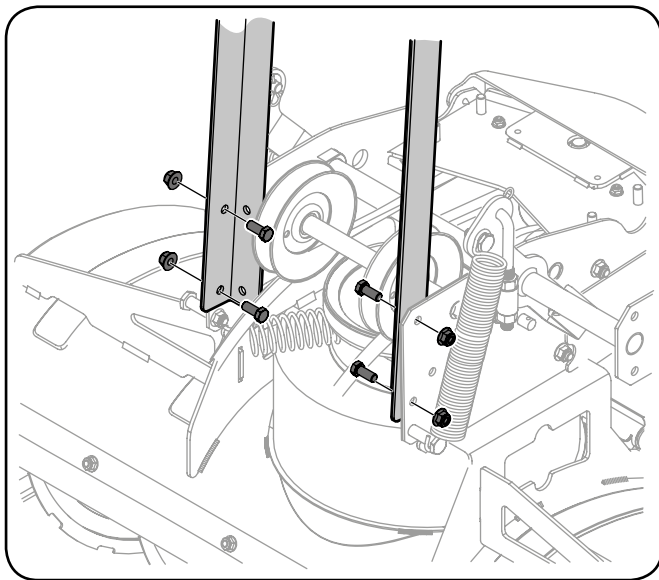

Рисунок 3-13
2. С помощью двух ключей на 9/16» (14 мм) притяните узел направляющей рамы к корпусу шнека четырьмя винтами с шестигранными головками и фланцевыми гайками (см. рис. 3-13).